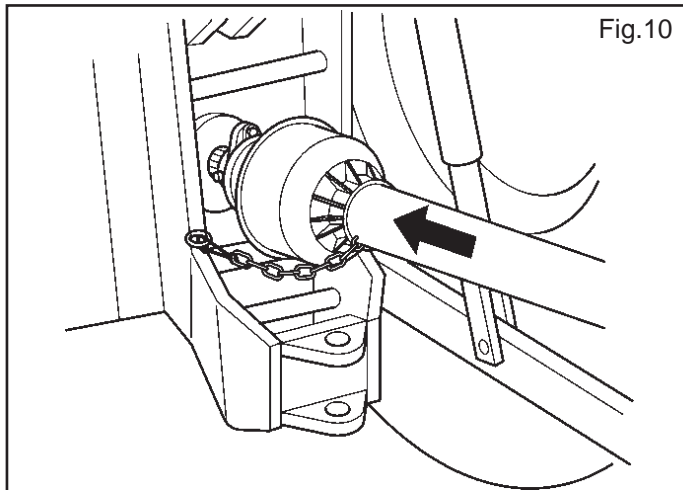

Fig.10
- 5) Innestare l'albero cardanico e assicurarsi che sia perfettamente bloccato sulla presa di forza (Fig.10). Verificare che la protezione ruoti liberamente e fissarla con l'apposita catenella.